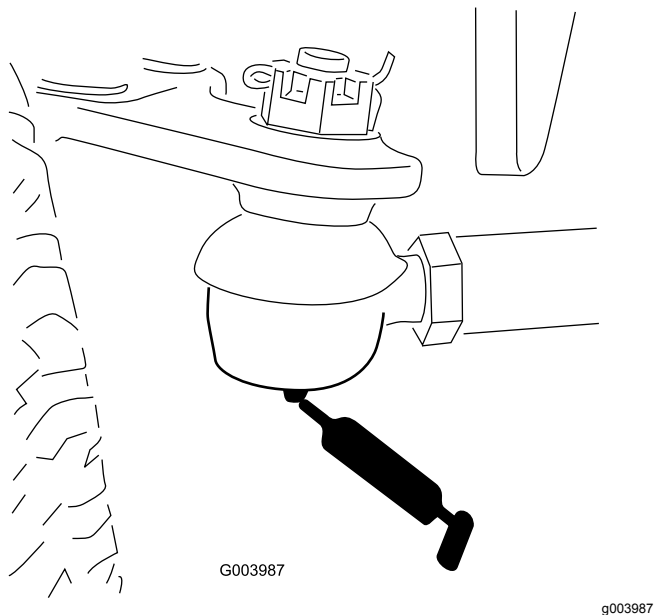

Figura 64
- Barra de ligação do eixo traseiro (2) – Figura 64